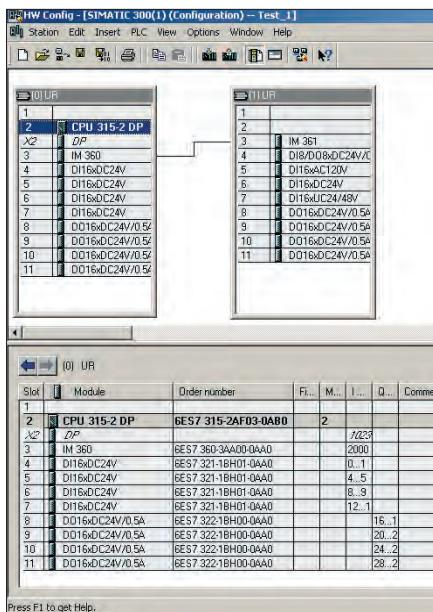

Рис. 2. Установка более 8 модулей расширения для ПЛК серии 300V
2. Добавьте две рейки 300 **Insert Object → Simatic 300 → Rack 300 → Rail**. В первую рейку (0) UR (рис. 2) включите ЦПУ модуль CPU 315-2DP (6ES7 315-2AF03-0AB0).
3. Вставьте модуль IM360 (или IM365) в 3-й слот первой рейки, а модуль IM361 (или IM365) — в 3-й слот второй рейки (рис. 2).